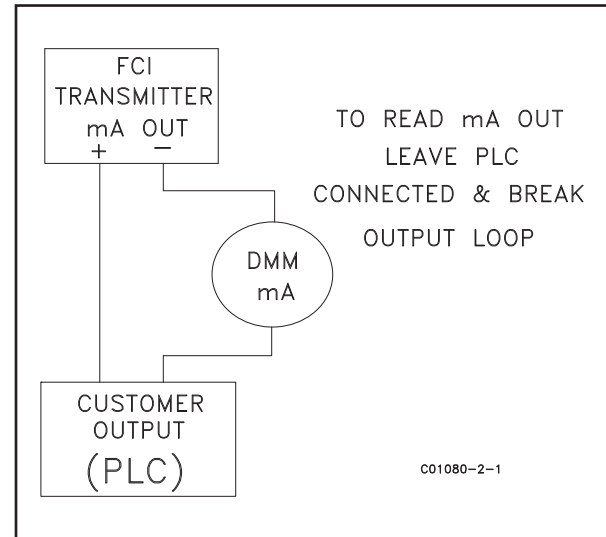

Figura 21
- B. Per leggere la corrente da 4 a 20 mA, scollegare il circuito di uscita ad anello e collegare il DMM in serie (Figura 21). Configurare il DMM per misurare i milliamper.